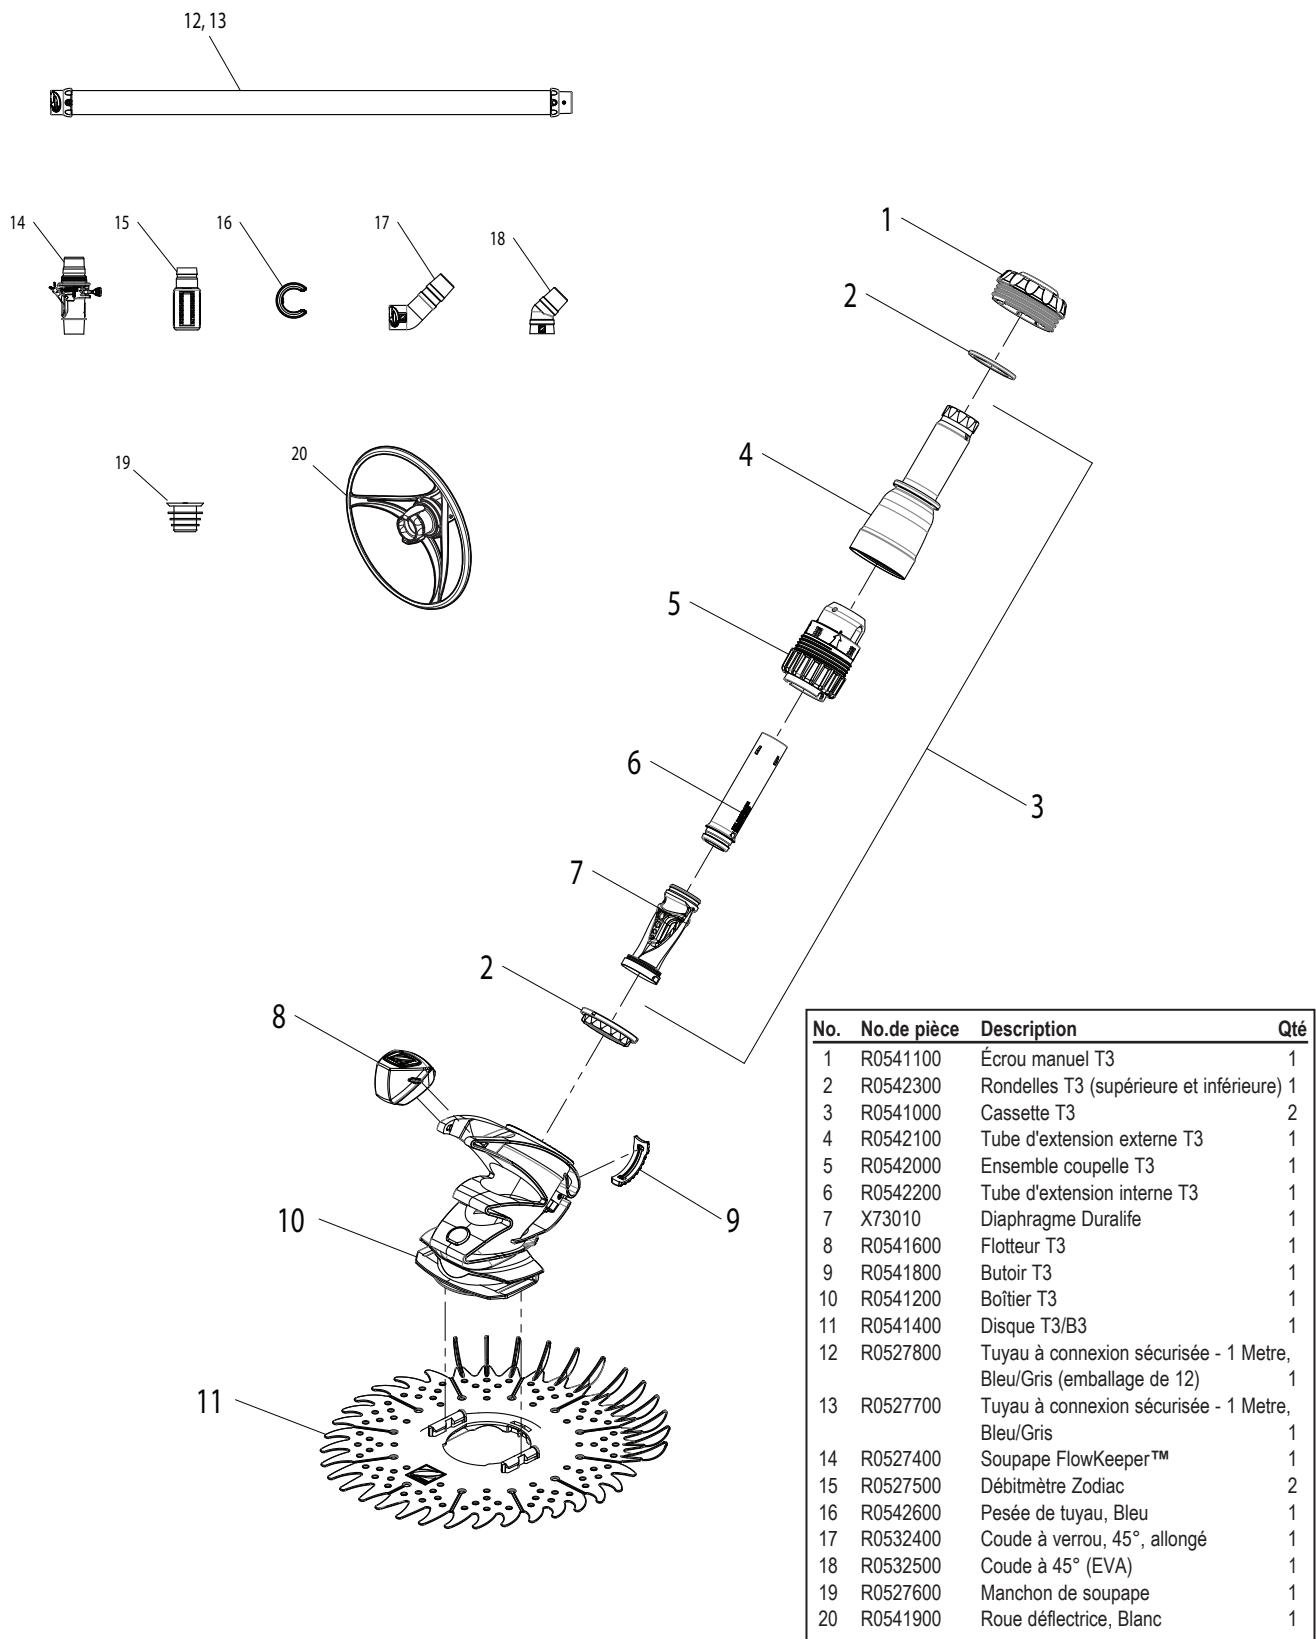

Figure 13
- Assurez-vous que le tuyau d'extension pivote librement en le faisant tourner (Voir la Figure 13).